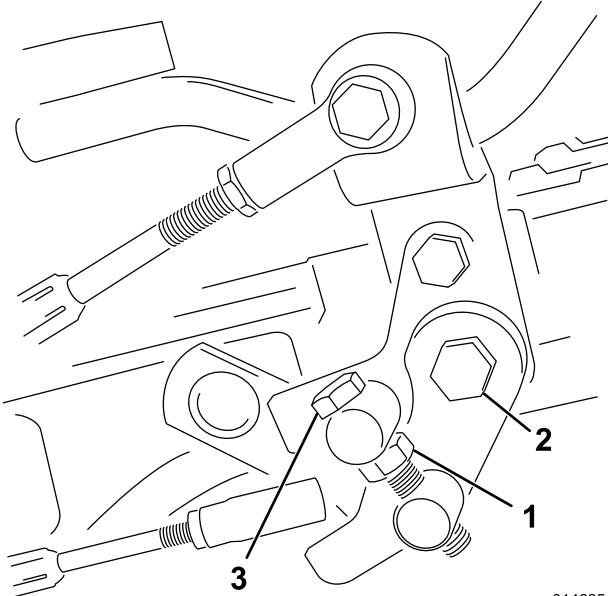

図 49
1. トランニオン・ボルトのジャムナットをゆるめる（図 49）。
4. トランニオン・ボルトのジャムナット、およびペダル・ピボットのナットを締め付けて調整を固定する（図 49）。調整を確認し、必要に応じて再調整する。